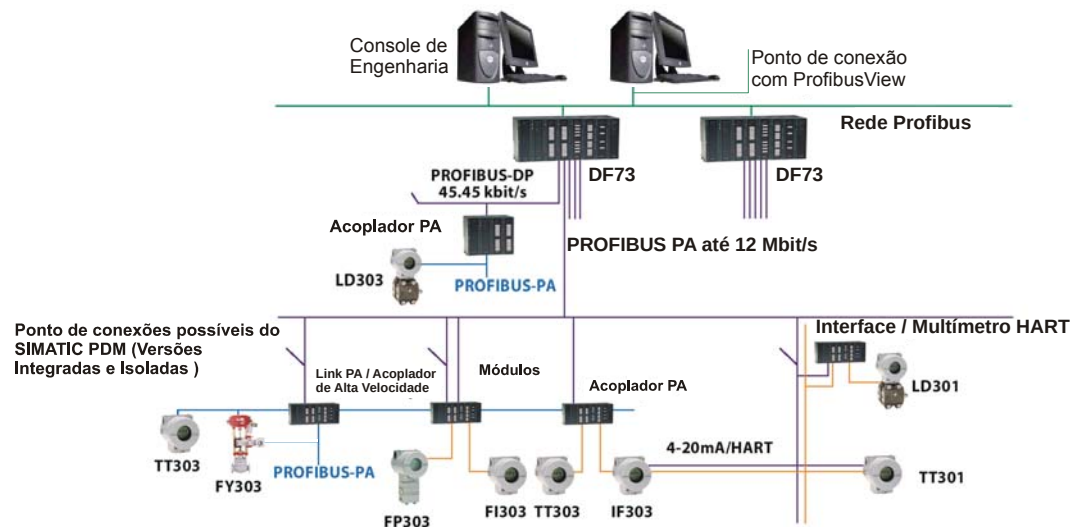

Figura 1.17 – Rede Profibus
Para mais detalhes, sempre consultar as normas de segurança do local. Recomenda-se utilizar a IEC 60079-14 como referência em aplicações em áreas classificadas. Veja Figura 1.17.
A quantidade de equipamentos (N) por segmento PA depende do consumo quiescente de cada equipamento PA, das distâncias envolvidas (resistência de *loop* cabo tipo A: 44 Ω /km), do *coupler* DP/PA e de sua corrente drenada, da classificação de área (*couplers* para área classificada drenam correntes da ordem de 110 mA, tensão de saída 12 V), além da corrente de falta do transmissor (corrente de FDE, que normalmente é 0 mA, dependendo do fabricante). Em áreas perigosas o número de equipamentos deve ser limitado por barreira de segurança, de acordo com as restrições de segurança da área e limites do *coupler* DP/PA. Veja Figura 1.17.